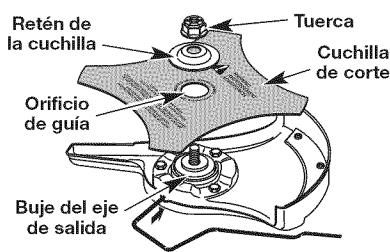

Fig. 6
- Coloque la cuchilla de corte en el buje del eje de salida (Fig. 6).